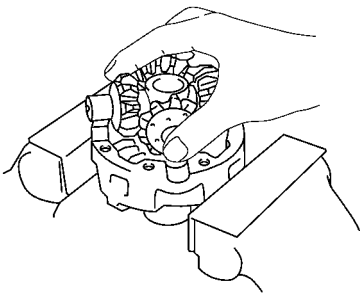

图 14-159 将 4 个小齿轮和止推垫圈装到十字轴上
2) 将四个小齿轮和止推垫圈装到十字轴上，再将小齿轮和十字轴装到 RH 壳上，如图 14-159 所示。